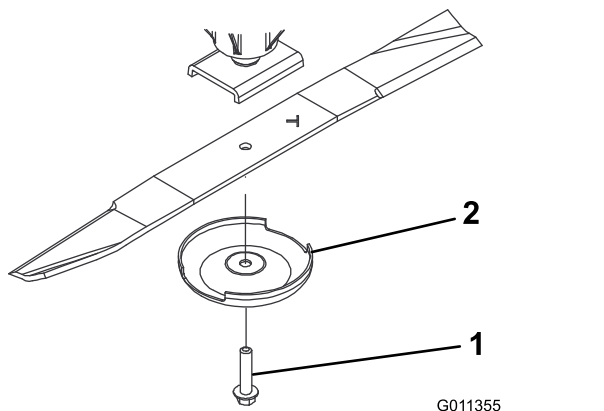

図 74
2. ぼろきれや厚いパッドの入った手袋を使ってブレードの端部をしっかりと握る。スピンドルのシャフトからブレードボルト、芝削り防止カップ、ブレードを取り外す図 74。
3. ブレードを取り付ける時は、セイル立ち上がっている部分がかみデッキの天井を向くように取り付け、芝削り防止カップをつけてブレードボルトで固定する 図 74。